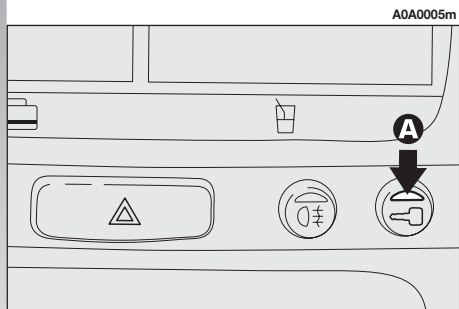

fig. 7
L'enclenchement de l'alarme est précédé par une phase d'autotest, caractérisée par une fréquence de clignotement différente du voyant de dissuasion (**A-fig. 7**), placé sur la planche. En cas de détection d'anomalies, le système émet un signal sonore "BIP" ultérieur.
Après l'enclenchement, le clignotement du voyant de dissuasion (**A-fig. 7**) placé sur la planche, indique l'état de surveillance du système. Le voyant clignote pendant tout le temps pendant lequel le système reste en surveillance.
**ATTENTION** Au cas où, le système désenclenché, le voyant de dissuasion (**A-fig. 7**) placé sur la planche reste allumé (au maximum 2 minutes ou jusqu'au positionnement de la clé de contact sur **MAR**), il est nécessaire de se rappeler que:
Le voyant de dissuasion (**A-fig. 7**) placé sur la planche s'allume pendant environ deux secondes pour confirmer l'exclusion de la fonction.